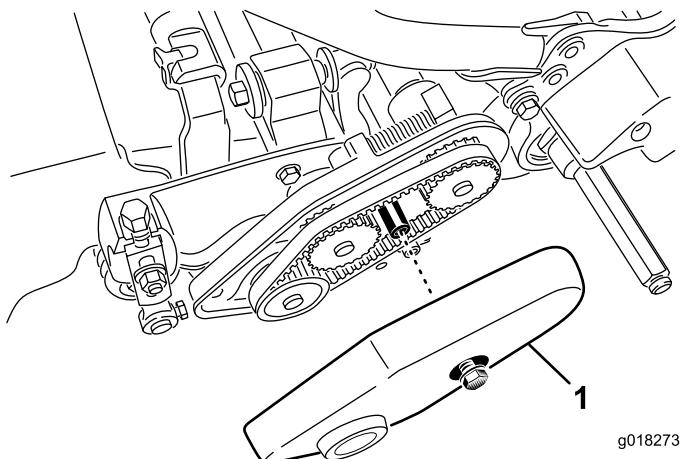

Bild 44
2. Lösen Sie den Bundbolzen, mit dem die Riemenabdeckung befestigt ist, und nehmen Sie die Riemenabdeckung ab, um den Riemen frei zu legen (**Bild 44**).